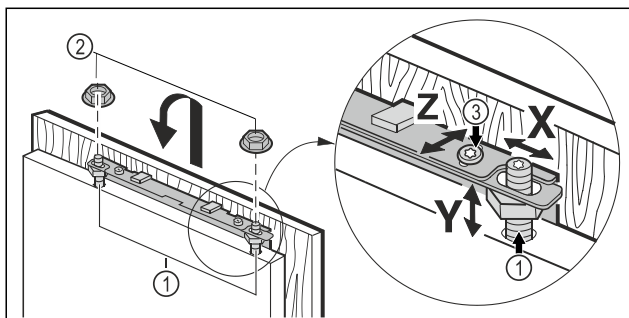

Fig. 18
- ▶ Hang de meubeldeur aan de stelbouten Fig. 18 (1) en draai de borgmoeren Fig. 18 (2) losjes op de stelbouten.
- ▶ Meubeldeur in de hoogte Y en in de zijdelingse schuine uitlijnen: Stelbouten Fig. 18 (1) met een schroevendraaier instellen.
- ▶ Draai de borgmoeren Fig. 18 (3) vast.